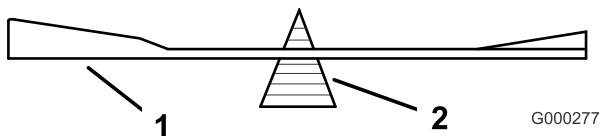
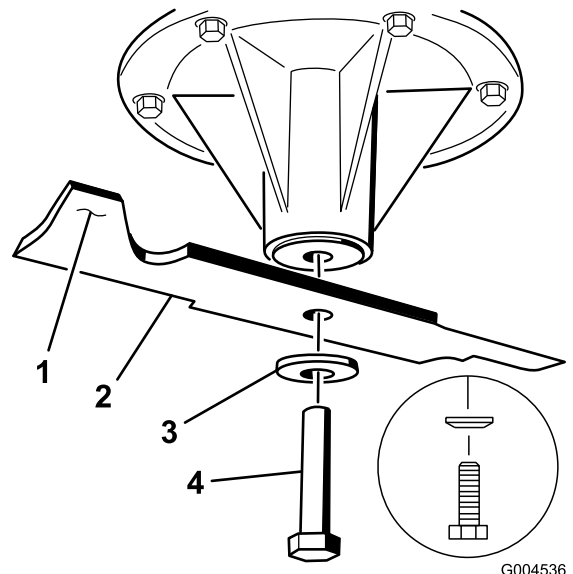

Figura 102
Figura 103
2. Verifique el equilibrio de la cuchilla colocándola sobre un equilibrador de cuchillas (Figura 102). Si la cuchilla se mantiene horizontal, está equilibrada y puede utilizarse. Si la cuchilla no está equilibrada, rebaje algo el metal en la parte de la vela solamente (Figura 103). Repita este procedimiento hasta que la cuchilla esté equilibrada.
1. Instale la cuchilla en el eje (Figura 103).
2. Instale la arandela de muelle y el perno de la cuchilla. El cono de la arandela de muelle debe estar orientado hacia la cabeza del perno (Figura 103). Apriete el perno de la cuchilla a 115-150 Nm (85 –110 pies-libra).